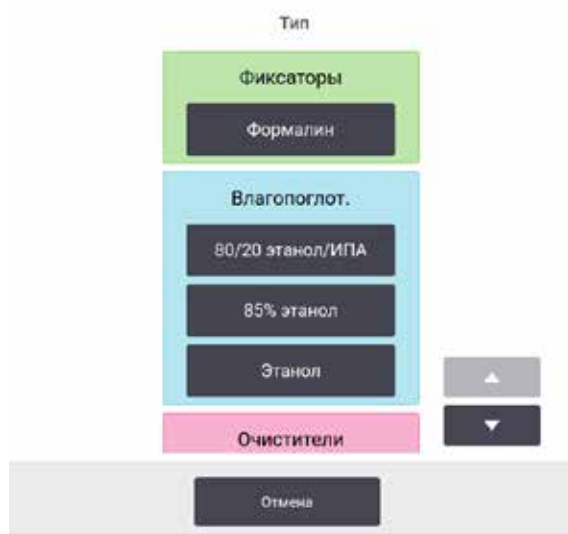

Рис. 72
2. Выберите **Реагент** > **Станции** и нажмите на ячейку **Тип** станции. Появится диалоговое окно **Тип**. (→ Рис. 72).